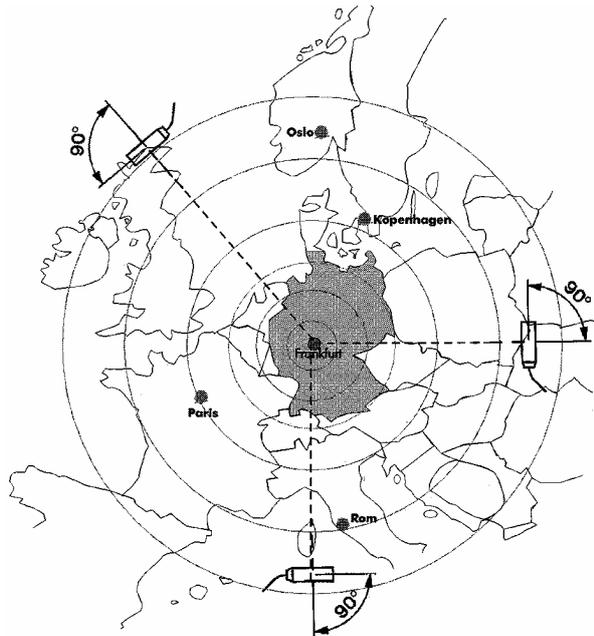

Bild 1
- a) Die Antenne sollte in Fensternähe (Innenraum) oder an einer geschützten Stelle im Außenbereich montiert werden, wobei darauf zu achten ist, daß die Antenne in Richtung Frankfurt/Main ausgerichtet ist (siehe Bild 1). Die Antenne hat eine feste Anschlußleitung von ca. 2 m (2 x 0,75 mm²). Die Anschlußleitung kann auf 300 m verlängert werden. Stahlkonstruktionen und Metallfensterrahmen können zu Empfangsstörungen führen und sollten bei der Montage der Antenne berücksichtigt werden. Sollten beim Betrieb Störungen bei der Signalübertragung auftreten, muß die Leitung separat verlegt oder die Antenne versetzt werden.